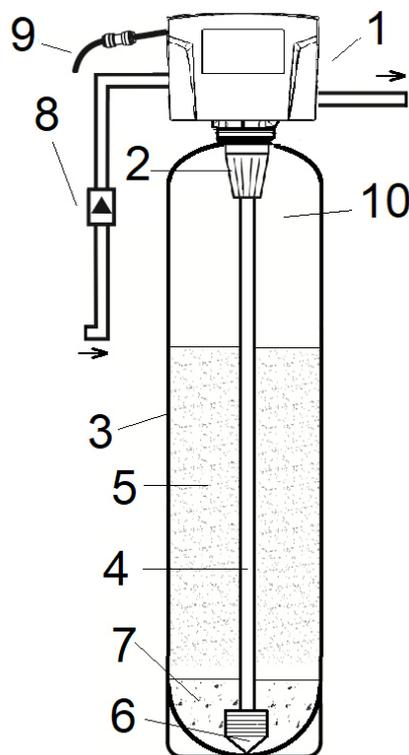

Рис.1
Система WWFC рис.1:
7.1 Система WWFC (Рисунок 1) состоит из:
наденьте гайку на  $\frac{3}{8}$ " трубку; вставьте пластиковую вставку в  $\frac{3}{8}$ " трубку; после этого вставьте  $\frac{3}{8}$ " трубку до упора в  $\frac{3}{8}$ " уголок и тщательно затяните гайку для того, чтобы соединение было герметичным. Убедитесь, что трубка надежно закреплена. К трубке 3/8" присоедините обратный клапан 3/8"(рис.1). Направление обратного клапан в сторону клапан управления.